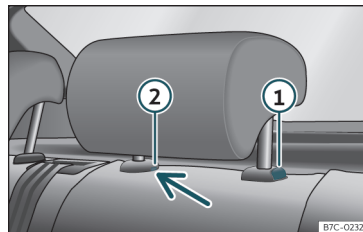

Fig. 108 Poggiatesta posteriore: smontaggio.
- Premere il tasto » **fig. 108 ①**, premendo al tempo stesso attraverso il foro della sicura **②** con un cacciavite piatto di massimo 5 mm di larghezza e rimuovere il poggiatesta.